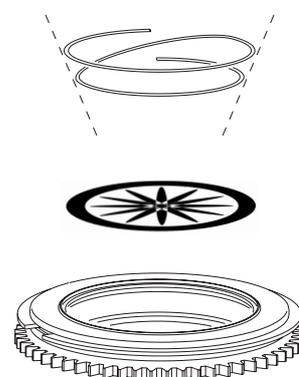

Figure 5: Porte gobo rotatif
Les gobos sont maintenus dans les porte gobos par un ressort (voir Figure 5). Notez que le ressort ne convient qu'à des gobos de 3 mm d'épaisseur maximum. Les gobos plus épais peuvent être collés dans le support avec une colle UV ou la Loctite 330 Multibond avec Activateur.
4. En vous aidant de la Figure 5 en page 10, insérez le nouveau gobo dans le support, la face devant pointer les LEDs vers le ressort.
5. Insérez le ressort avec l'extrémité la plus fermée contre le gobo, comme indiqué en Figure 5. Pour identifier l'extrémité la plus fermée, aplatissez le ressort : cette extrémité est à l'intérieur. Poussez l'autre extrémité du ressort sous la lèvres du porte gobo.